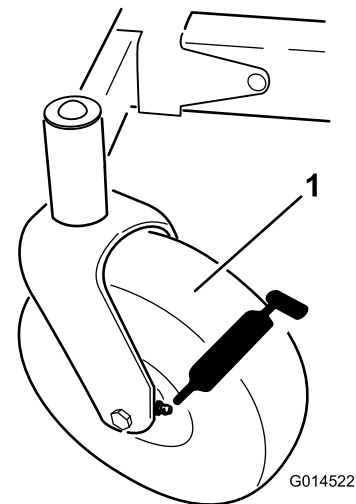
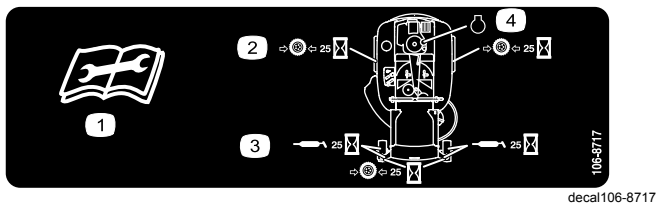

Figura 27
Figura 28
3. Limpie con un trapo los puntos de engrase (Figura 27 y Figura 28). Asegúrese de rascar cualquier pintura que hubiera sobre los puntos de engrase.
4. Conecte una pistola de engrasar a cada punto de engrase (Figura 27 y Figura 28). Bombear grasa hasta que empiece a rezumar grasa de los cojinetes.